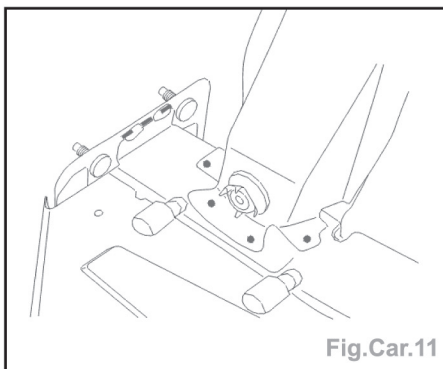

Fig.Car.11
- Souder par points électriques (Fig.Car.11).